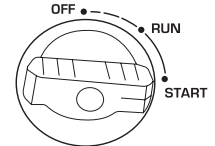

Abb. 2
- 12 Für Modelle KS 2100iG S, KS 3100iG S: Drehen Sie nach dem Motoranlassen den Multifunktions-Drehknopf in die Position „START“ (abb. 2). Ziehen Sie am Startergriff, bis ein leichter Widerstand spürbar ist. Dann ziehen Sie durch eine schnelle Bewegung den Starter auf die ganze Schnurlänge heraus. Handstartergriff langsam von Hand zurückführen, nicht abrupt loslassen. Drehen Sie nach dem Motoranlassen den Multifunktions-Drehknopf in die Position „RUN“ (abb. 2).